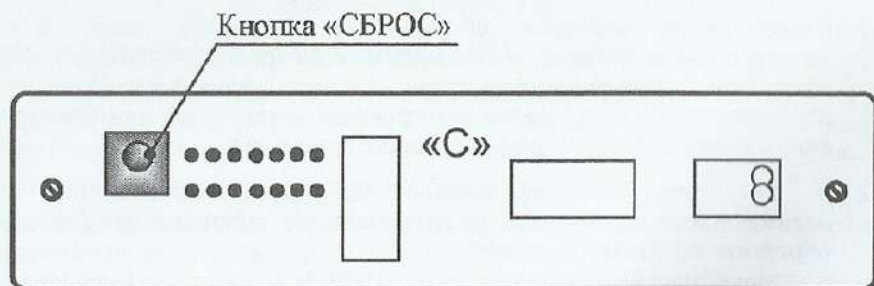

Рис.1. Плата «С» индикации с кнопкой «СБРОС».
Для обнуления счетчика (в случае замены ламп) используется кнопка «сброс», расположенная внутри корпуса на плате «С» индикации (см. рис. 1).
- Подключить рециркулятор к сети и включить переключатель «Сеть». Для обнуления счетчика нажать кнопку «СБРОС» (рис.1), расположенную на плате индикации «С», и удерживать ее в течение 10 сек. На экране счетчика (при нажатой кнопке) происходит обратный отсчет от [С|Б|Р|9] до [0|0|0|0]. При появлении цифры «0» (счетчик обнулен) кнопку «СБРОС» надо отпустить. Данная процедура предотвращает сброс показаний счетчика при случайном нажатии кнопки «СБРОС».